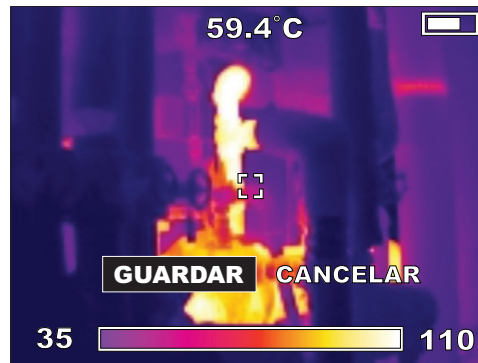

Figura 9. GUARDAR o CANCELAR la nueva imagen
6. Cuando la pantalla muestre el objeto o la escena encuadrados de la manera deseada, apriete el gatillo para tomar la fotografía térmica. La pantalla le muestra las opciones de GUARDAR o CANCELAR la nueva imagen. Consulte la figura 9.